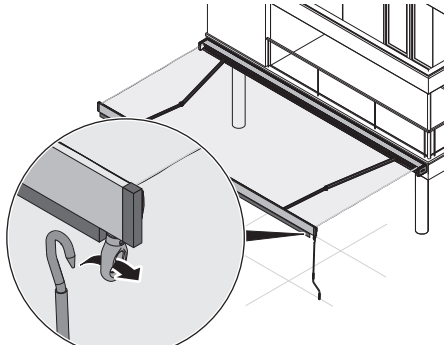

Fig. 22: Accrocher la manivelle
1. Accrocher la manivelle dans l'œillet de la toile de lambrequin (Fig. 22).